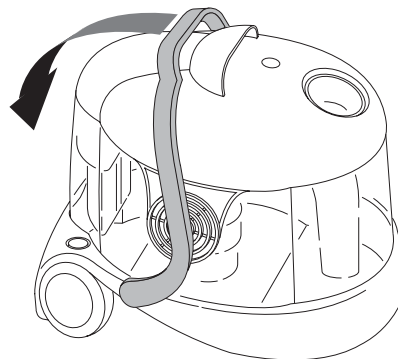

fig. 1
- Baje completamente la manilla que bloquea la tapa (fig. 1).